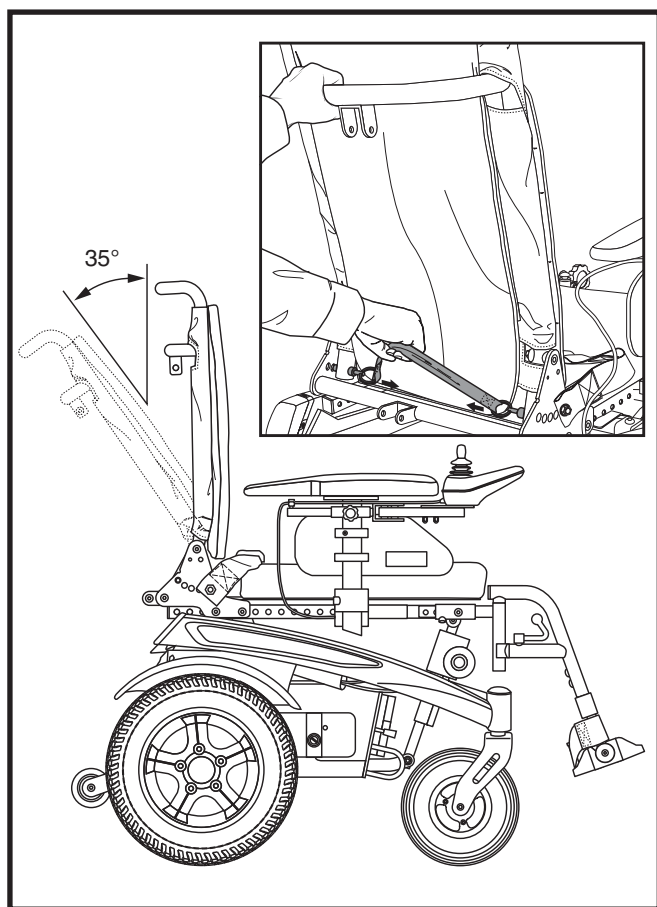

Figura 7. Regolazione manuale del reclino dello schienale
1. Tirare la fascetta di regolazione sulla parte inferiore dello schienale. **Vedere figura 7.**